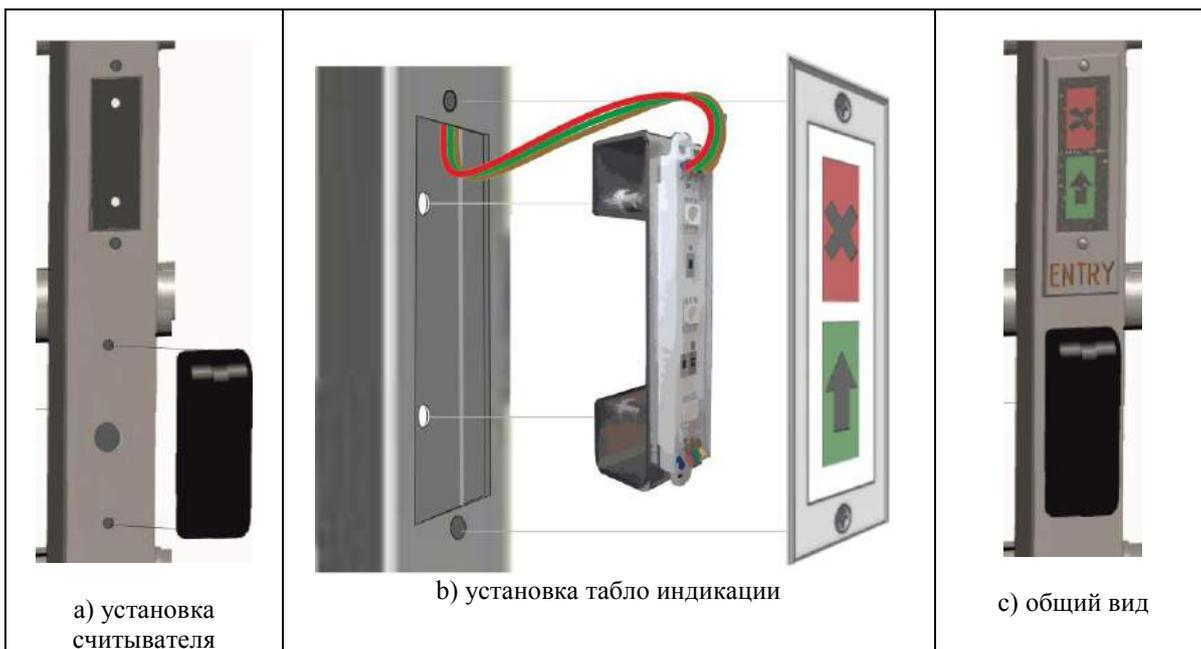

Рис.16 - Установка считывателя бесконтактных карт и табло индикации
- Сделайте отверстия в торце стенки (см. рисунок 16) прохода (возле табло индикации), по размеру согласно выбранного заказчиком считывателя. Протяните кабель к контейнеру, закрепите считыватель на стойке и подключите (Рис.16,а);
- Установите кронштейн с индикацией (Рис.16,б) в стенку прохода, протяните кабель к контейнеру, установите панель на световое табло индикации и закрепите винтами;